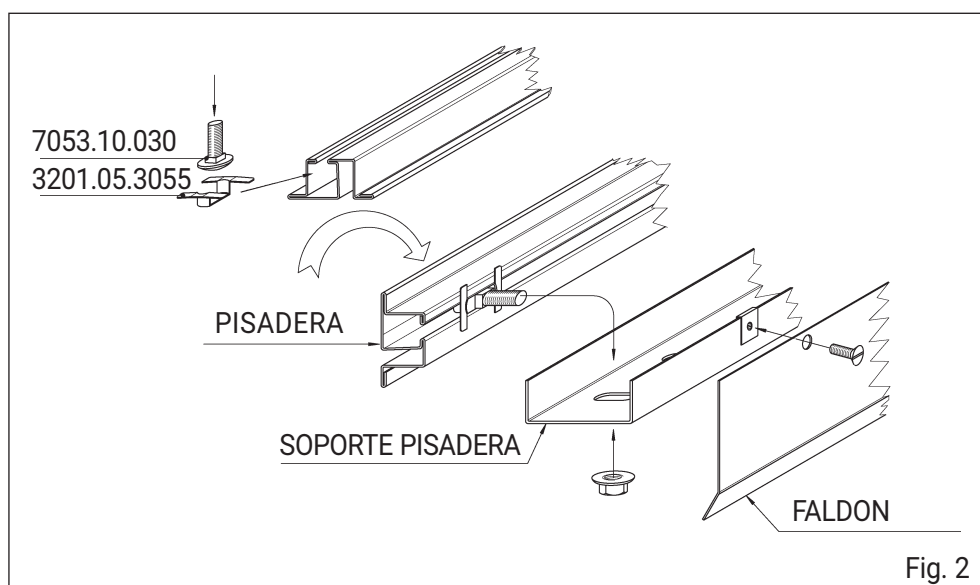

Fig. 2
Para sustituirlo, es suficiente empujarlo desde la parte inferior y extraerlo del asiento del soporte (1) (Fig. 2).
Para desmontarlo es suficiente empujarlo por la parte de atrás y a la vez, con un pequeño destornillador, abrir las lengüetas (1). El montaje y desmontaje de los patines en la hoja es muy sencillo, incluso con las hojas montadas: basta girarlos 90° poniéndolos en posición horizontal (Fig. 2) y sacarlos hacia afuera o empujarlos en la ranura de la pisadera. La excentricidad del perno y la presencia de los rasgados en la chapa de fijación permiten una fácil y amplia regulación.